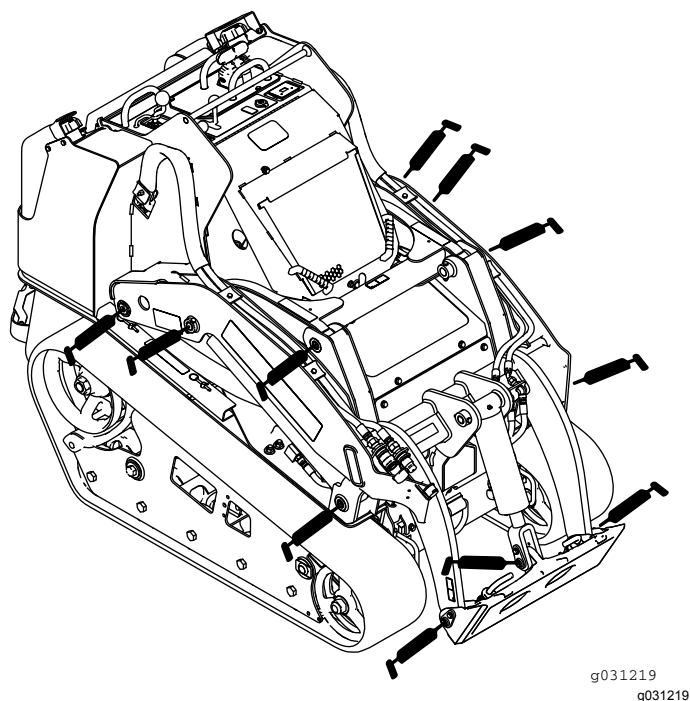
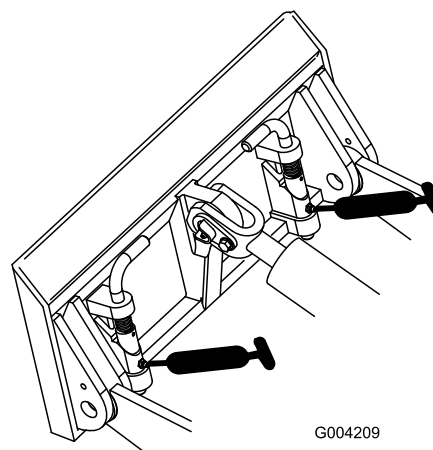
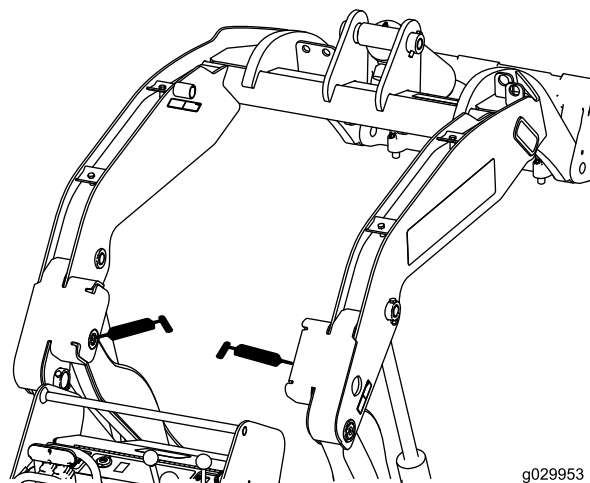

図 38
図 39
図 40
4. 各フィッティングにグリスガン进行接続する 図 38、図 39、図 40。
注 図 40のフィッティングにグリスを注入する時にはローダーアームを上昇させてください。